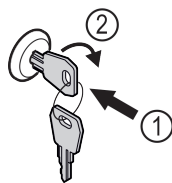

Fig. 61 Immagine a titolo di esempio
- Inserire la chiave Fig. 61 (1).
- Ruotare la chiave di 90° in senso orario Fig. 61 (2).